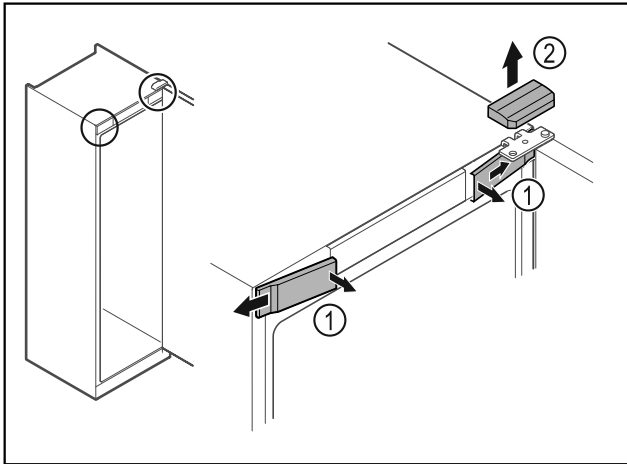

Fig. 11
- ▶ Откопчайте предните капаци Fig. 11 (1) отвътре и свалете настрана.
- ▶ Свалете горния капак Fig. 11 (2) нагоре.